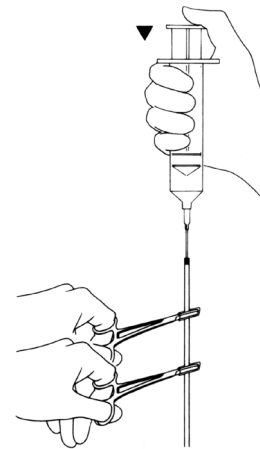

Figura 4-4e. Clampați manșonul
11. Cu aerul și lichidul eliminate și cu manșonul complet gol, folosiți două pense hemostatice Mosquito protejate cu tuburi pentru a clampa de două ori tubul manșonului (la o singură creștătură) la 3 cm sub ac și din nou la 3 cm sub prima pensă hemostatică. (Figura 4-4e)